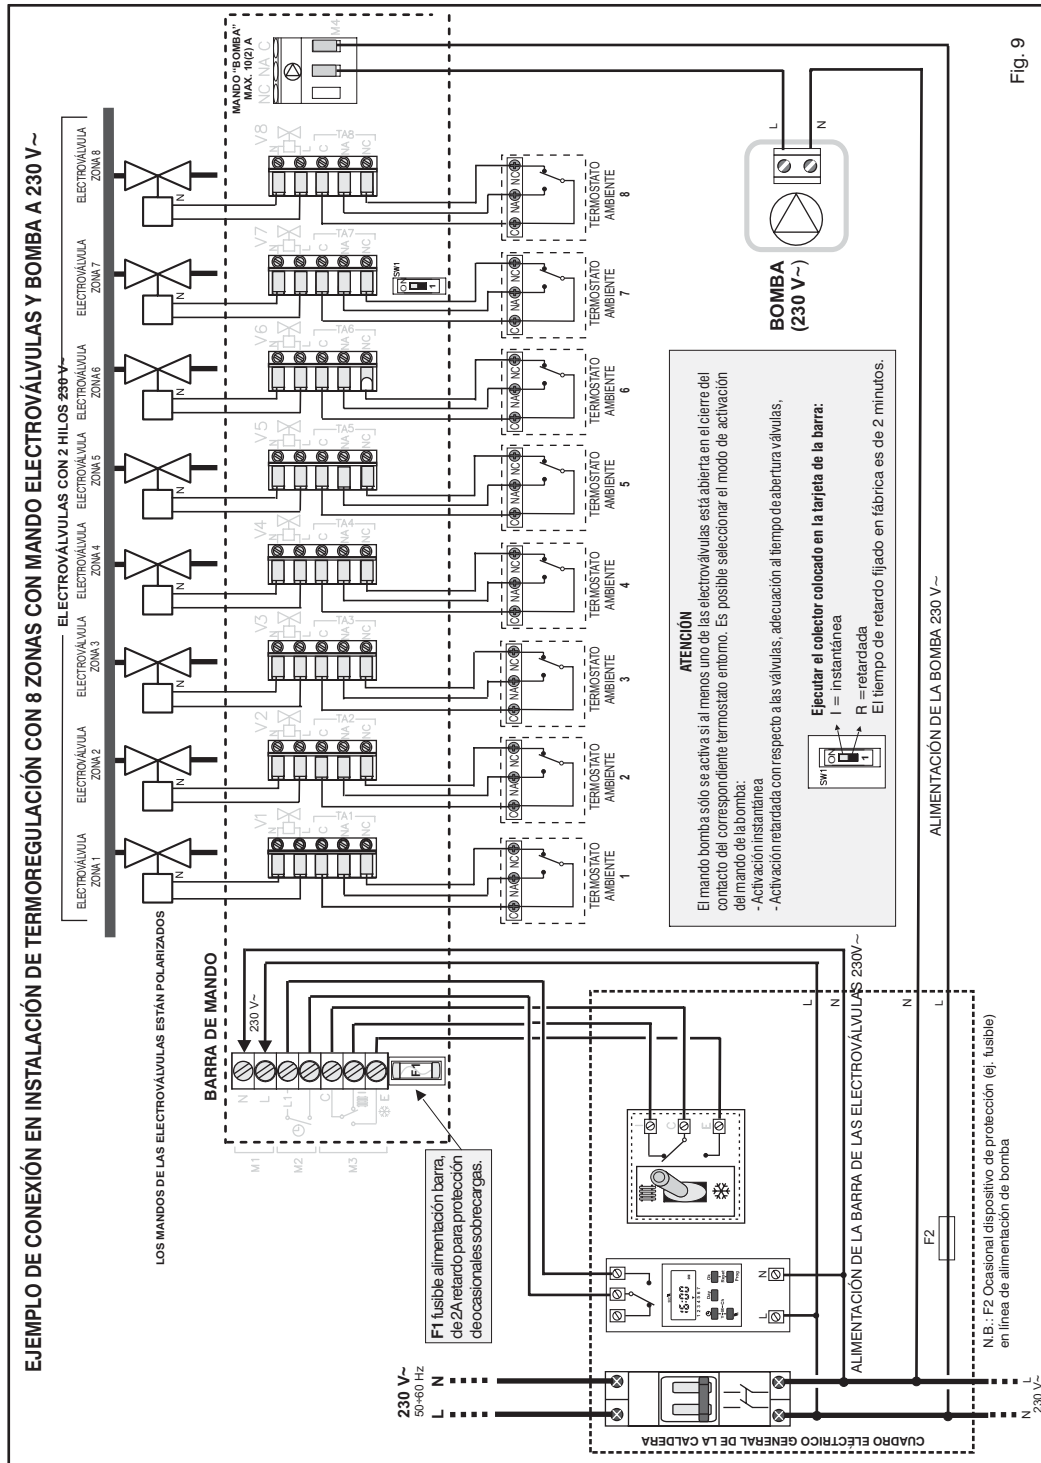

Fig. 9
- Llevarla a cabo conexiones eléctricas como se indica en el esquema eléctrico siguiente (fig. 8) en función del modelo: 4, 6 o 8 zonas (ver el ejemplo del esquema de instalación en pagina sucesiva - fig. 9).